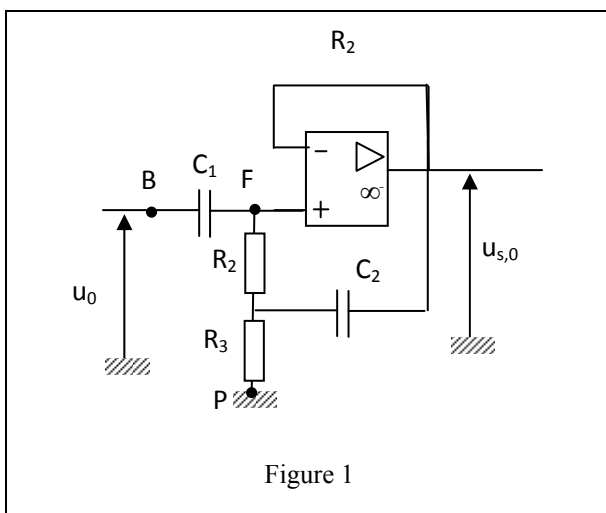

Figure 1
1. En considérant le montage de la figure 1, démontrez que le dipôle situé entre les points B et P est équivalent à un dipôle  $Z$  constitué par la mise en série d'éléments  $R'$ ,  $L'$ ,  $C'$  dont vous déterminerez expression et valeur numérique.